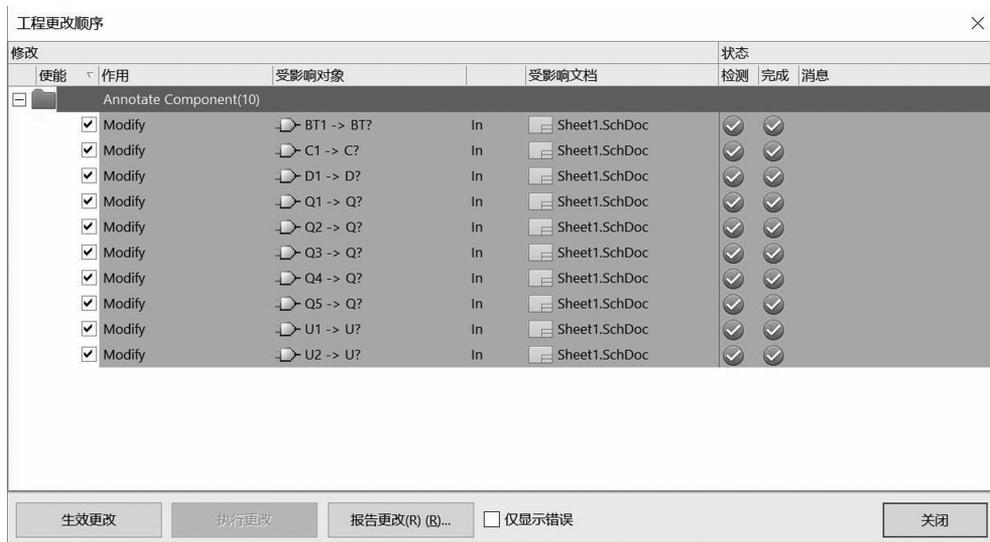

图 4-118 检查、执行完成后的“工程更改顺序”对话框
① 单击“生效更改”按钮检查所有的改变是否有效，当检查通过后，在每一项更改后的“检测”栏将出现一个绿色的“√”标记，当所有的改变经过验证是正确的以后，单击“执行更改”按钮，执行所有改变。执行完成后，每一项更改后的“完成”栏将出现一个绿色的“√”标记，表示更改已经完成了，如图 4-118 所示。